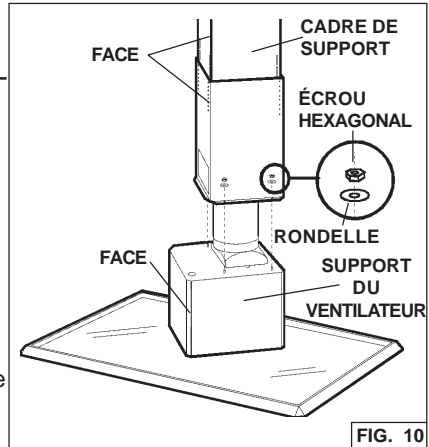

FIG. 10
3. Reliez le cadre de support au support du ventilateur, et fixez-le avec quatre (4) rondelles et écrous hexagonaux. **Vérifiez que les angles marqués " FRONT " (FACE) sont alignés** (fig. 10).